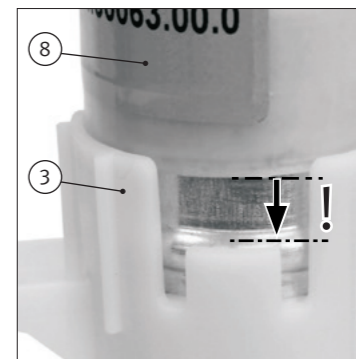
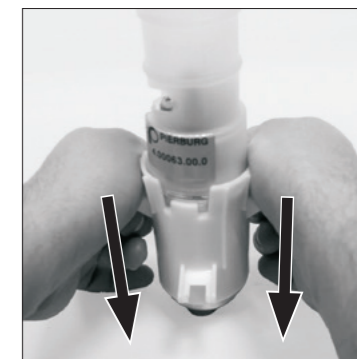

Abb. 5/ Fig. 5/ Puc. 5/ 图5
Abb. 6/ Fig. 6/ Puc. 6/ 图6
- Push the applied tool (8) firmly onto the pump until the tool lies against the circulating bulge of the pump (see Fig. 5). The tool (8) thus opens up the holder (3).
- Pull the pump out of the holder with the tool (see Fig. 6).
- Pressez fermement l'outil (8) jusqu'à ce qu'il s'applique bien au bourrelet de la pompe (Fig. 5). Il ouvre alors le support (3) en l'écartant.
- Sortez la pompe avec l'outil du support (Fig. 6).
- Крепко прижимать надетый инструмент (8) к насосу, пока инструмент не будет прилегать к круговому утолщению на насосе (смотри рис. 5).
- Инструмент (8) раздвинет при этом держатель (3).
- Вытащить насос с инструментом из держателя (смотри рис. 6).